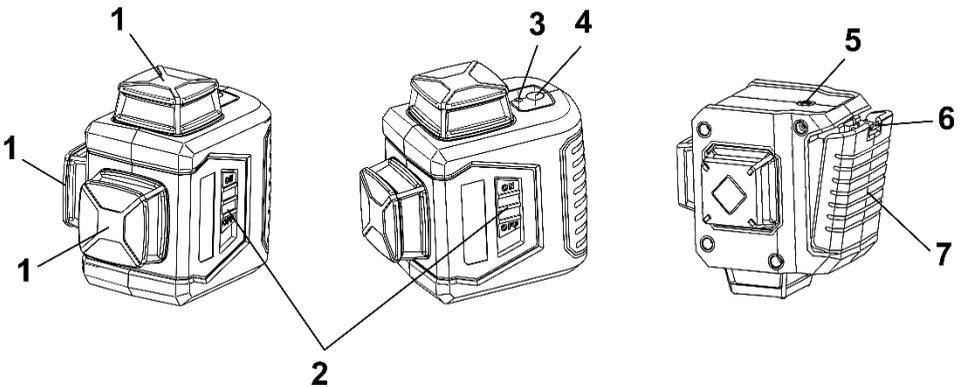

Рисунок 1
**5.2** Виріб, очищений від пилу та бруду, має зберігатися в упаковці підприємства-виробника в сухих провітрюваних приміщеннях при температурі навколишнього середовища від -5 °С до +40 °С, з відносною вологістю повітря не більше 80% і відсутністю прямого впливу атмосферних опадів. При зберіганні та транспортуванні кнопка 2 (рисунок 1) повинна бути зсунута вниз. Упаковка повинна зберігатися до закінчення гарантійного терміну експлуатації виробу.